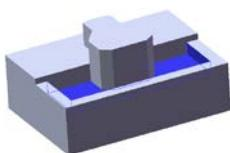
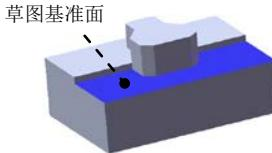

图 16.2.9 切除—拉伸 1
图 16.2.10 草图基准面
Step5. 创建图 16.2.9 所示的切除一拉伸 1。
(1) 选择命令。选择下拉菜单 **插入(I)** → **切除(C)** → **拉伸(E)...** 命令。
(2) 定义特征的横断面草图。
① 定义草图基准面。选取图 16.2.10 所示的表面作为草图基准面。